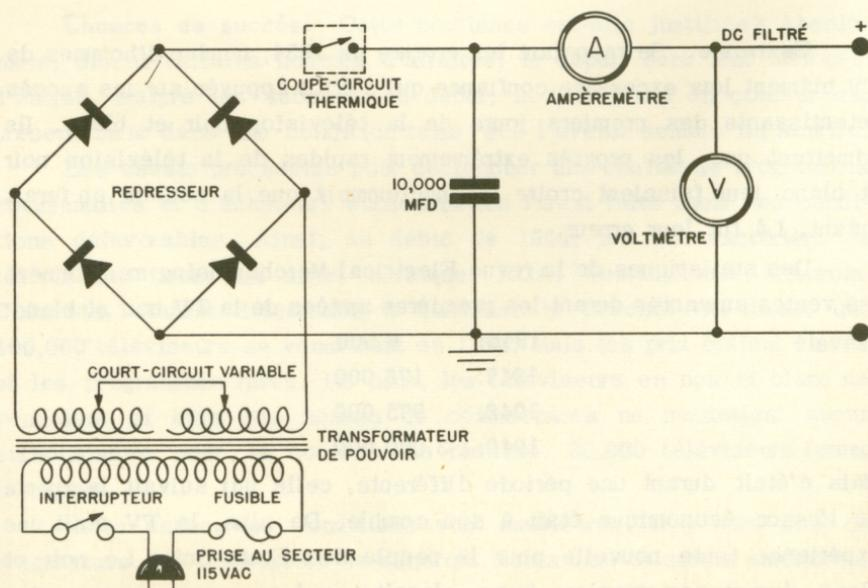

Fig. 3. Plan d'un éliminateur pouvant servir de chargeur.
**Chargeur.** Il faut bien remarquer qu'un éliminateur de batterie peut aussi servir de chargeur. J'ai cru bon, pour votre documentation, vous présenter un diagramme d'un éliminateur (figure 3).